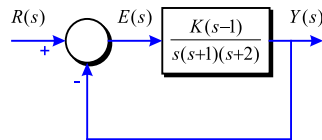

Figura 3-16
**Problema 66** A la Figura 3-16, es mostra el diagrama de blocs d'un sistema de control lineal.